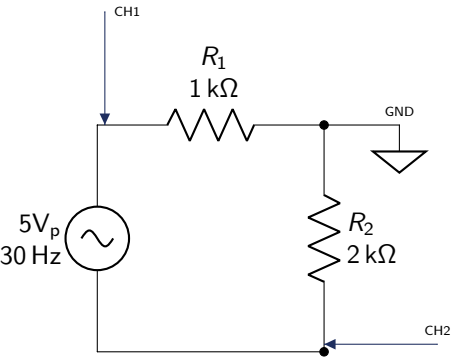

Figura 7.4: Circuito de medición para el modo XY.
1. Arme el circuito de la figura 7.4.